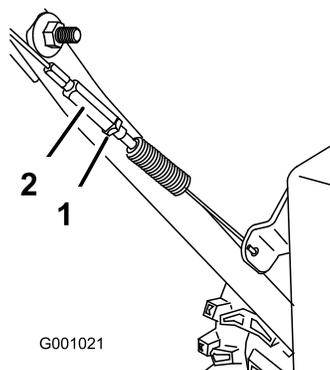

Figura 44
3. Serrate il controdamo (Figura 44).